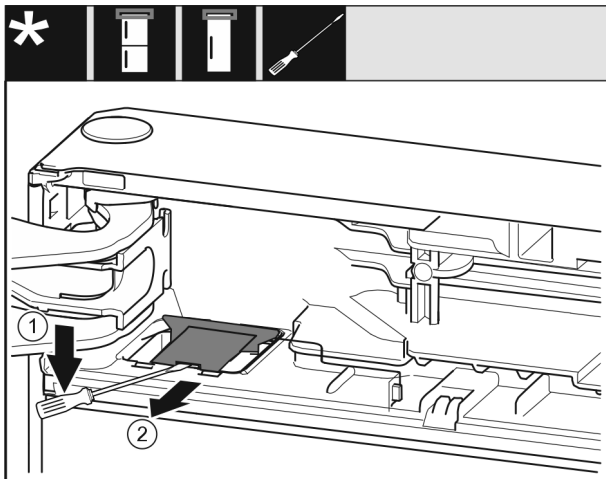

Fig. 11
- З допомогою шліцевої викрутки звільнити і підняти кришку. Fig. 11 (1)
- Монтувати кришку. Fig. 11 (2)